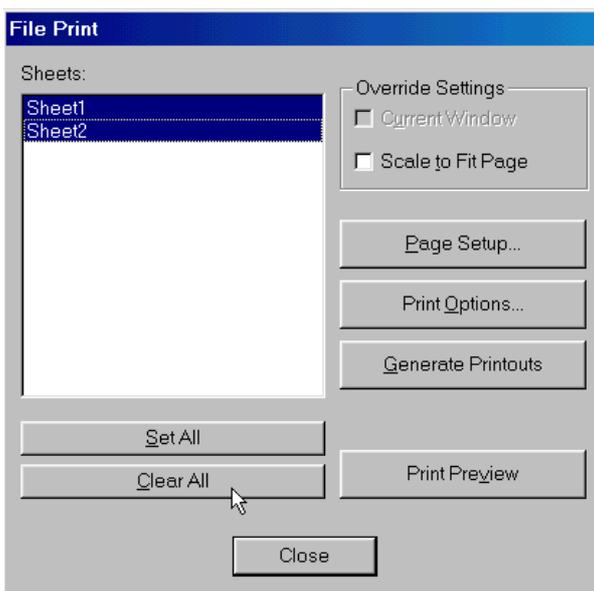

Рис. 6-21. Панель File Print
3) На панели **File Print** (рис. 6-21) нажмите на кнопку **Set All** (выбрать все) для выбора всех страниц проекта перечисленных в окне *Sheets* (страницы).